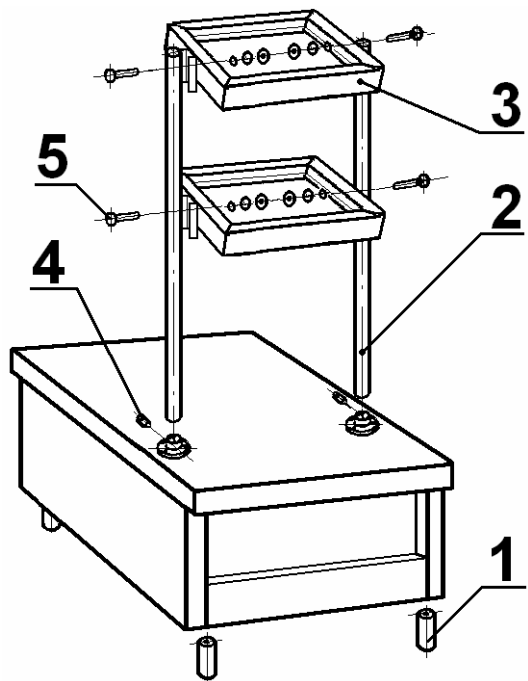

Рис. 2
6.4 Схема сборки прилавка приведена на рис. 2.